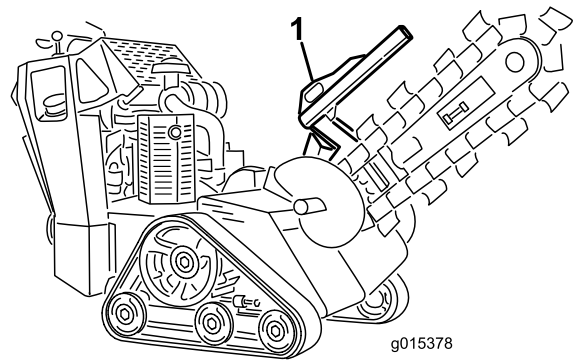
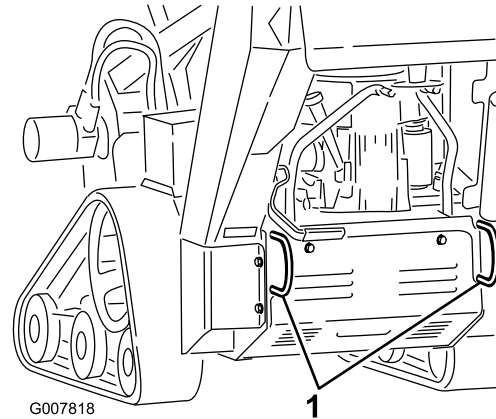

Figure 22
Figure 23
3. Pour arrimer la machine sur une remorque, passez des chaînes ou des sangles dans les points d'attache/de levage situés à l'avant et à l'arrière de la machine (Figure 22 et Figure 23). Reportez-vous aux ordonnances locales concernant les exigences d'arrimage et de remorquage.
Vous pouvez soulever la machine en vous servant des points d'attache/de levage (Figure 22 et Figure 23).